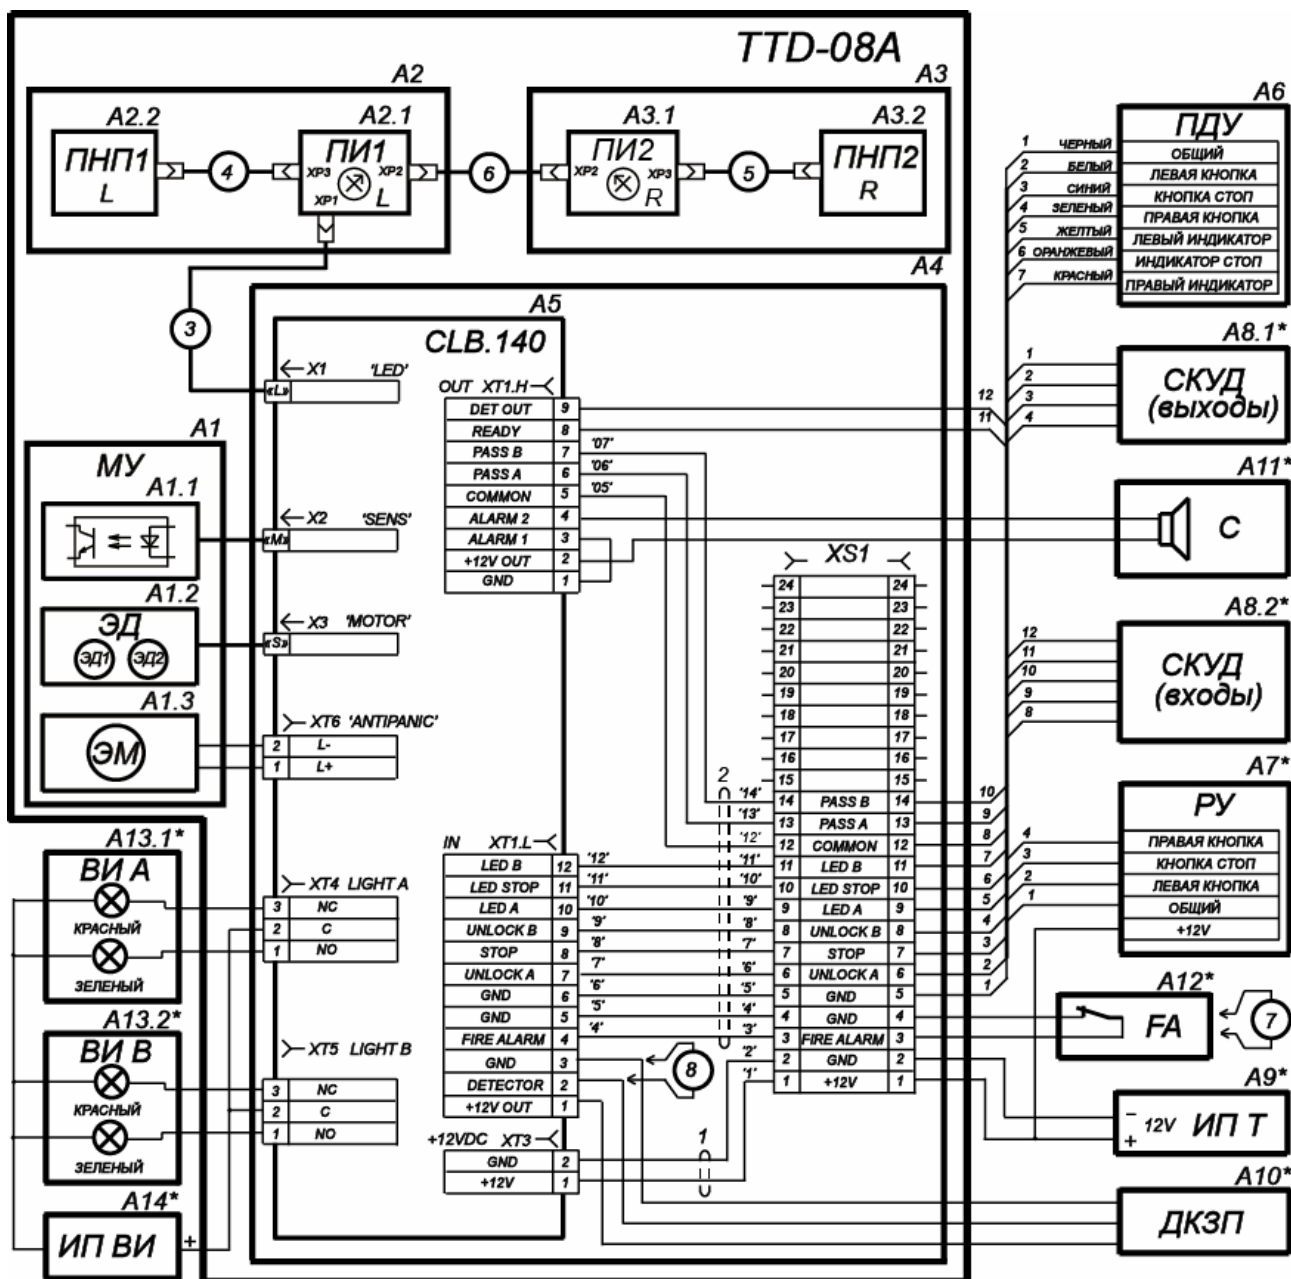

Рисунок 12. Схема соединений турникета и дополнительного оборудования¹
Турникет имеет маркировку в виде этикетки и наклейки. Этикетка расположена внутри стойки под крышкой турникета (3). На этикетку нанесены: товарный знак и контактные данные предприятия изготовителя, наименование и серийный номер изделия, год и месяц изготовления, напряжение питания и потребляемая мощность. Наклейка находится на внутренней поверхности крышки (3). На наклейке изображена общая схема соединений турникета, аналогичная приведенной на рис. 12.
10. Подключите кабель (13) от ИП к выносной клеммной колодке **XS1** (см. рис. 12).
11. Подключите кабель ПДУ (12) к выносной клеммной колодке **XS1**.
7 – кабель от платы управления к ПИ1 (кабель 3 на схеме рис. 12);
8 – кабель от ПИ1 к ПИ2 (кабель 6 на схеме рис. 12);